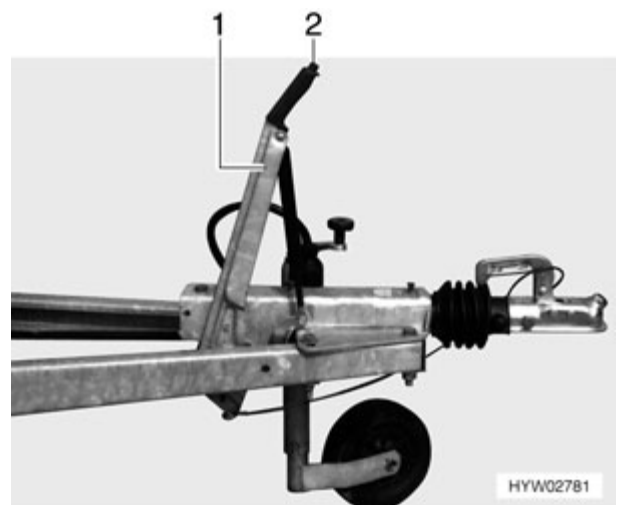

Fig. 16 Frein à main
- A l'arrêt de la caravane, le frein à main (Fig. 16,1) doit être tiré fermement. Il s'enclenche automatiquement.
- Pour desserrer, appuyer sur le bouton de sûreté (Fig. 16,2) et abaisser le levier de frein.